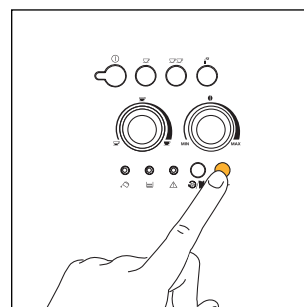

Fig.18
1. Tryck på knappen ☞ för färdigmalat kaffe (fig. 18). Kontrolllampan i knappen tänds för att visa att denna funktion har valts och att kaffekvarnen är bortkopplad.